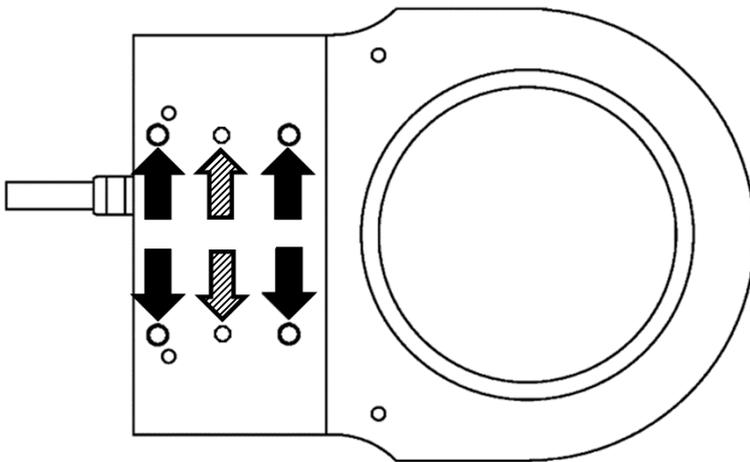

Abbildung 3: Scanner (exemplarische Ansicht): Montagebohrungen (schwarze Pfeile) und Passbohrungen (schraffierte Pfeile) im Grundkörper des Scanners
2. Optional: Richten Sie den Scanner am Mikroskop aus. Verwenden Sie dafür geeignete Passstifte und die Passbohrungen im Grundkörper des Scanners (siehe Abbildung 3 oben).
3. Befestigen Sie den Scanner am Mikroskop mit vier geeigneten M2.5 Schrauben und den Montagebohrungen im Grundkörper des Scanners (siehe Abbildung 3 oben).